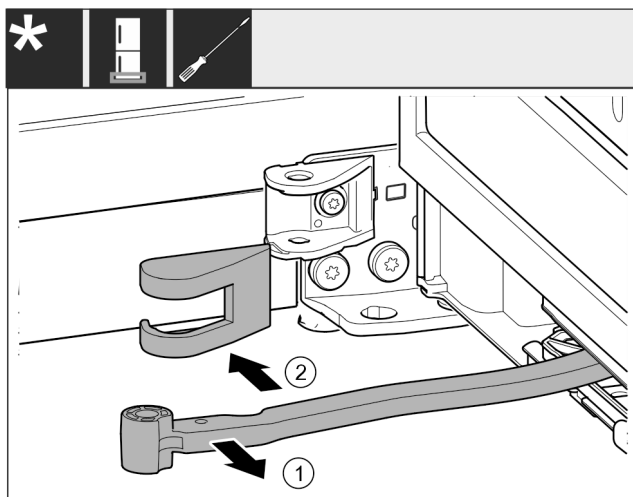

Fig. 16
- Ruotare il giunto articolato in direzione della porta. Fig. 16 (1)
- Rimuovere la copertura del blocco di supporto. Fig. 16 (2)